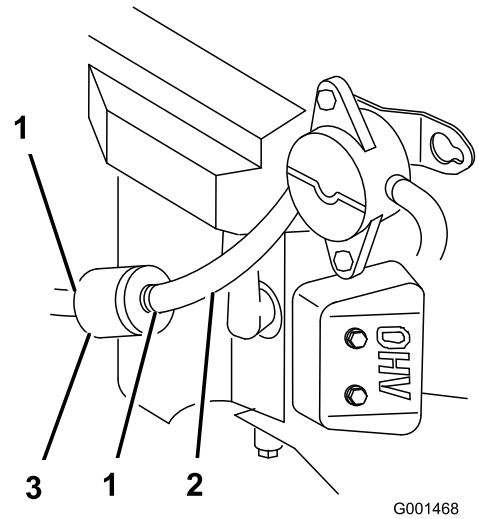

Figura 52
3. Limpie alrededor del tapón del depósito de combustible para evitar que entre suciedad en el depósito (Figura 52).
4. Apriete los extremos de las abrazaderas y deslícelas por el tubo alejándolas del filtro (Figura 52).